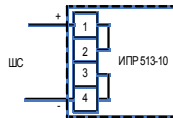

Рисунок 5 — Схема подключения извещателя
6.9 Подсоединить провода ШС к клеммным соединителям (положительный провод ШС – к клеммным соединителям 1 и 2, отрицательный – к 3 и 4) согласно схеме подключения извещателя (рисунок 5).